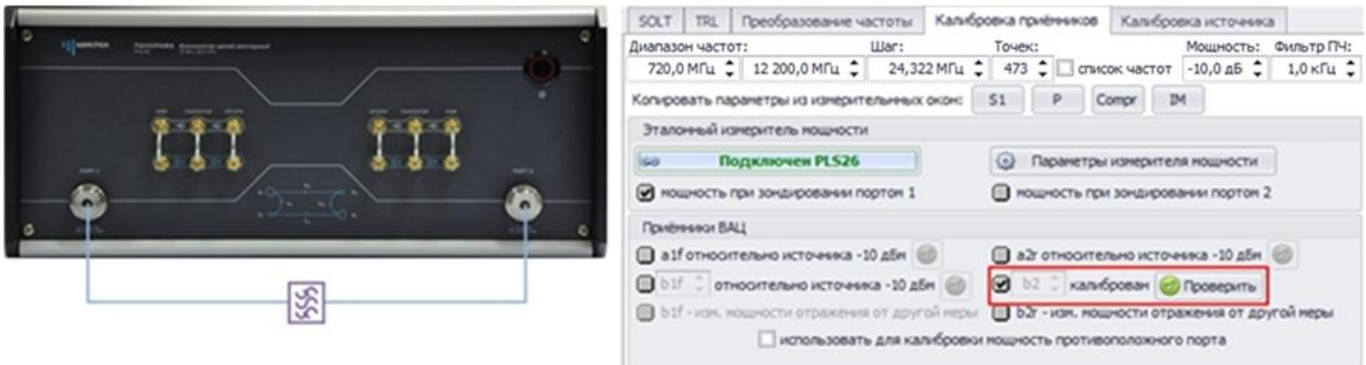

Рис. 44. Подключение фильтра к ВАЦ для проведения калибровки
12.4 Чтобы учесть потери в фильтре промежуточной частоты необходимо перенести плоскость калибровки к выходу IF смесителя. Для этого снять флажок «калибровка приёмника b2». Соедините порты ВАЦ через используемый фильтр (рис. 44). **Проведите калибровку приёмника b2 повторно;**